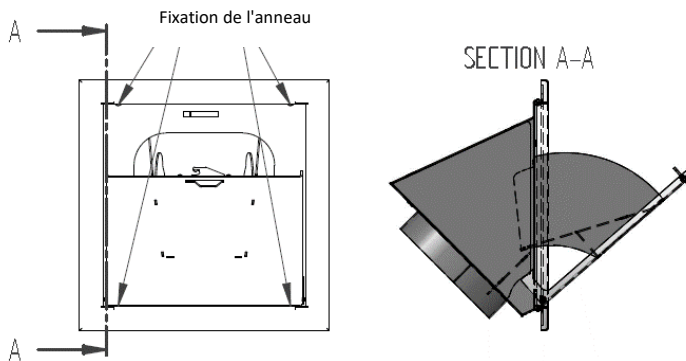

Figure 19 – Installation de la bouche de remplissage
5. Lors de l'ouverture du couvercle, les divers éléments sont positionnés pour faciliter le chargement des pellets. Il est donc très important de respecter le sens de montage présentée sur la Figure 19.